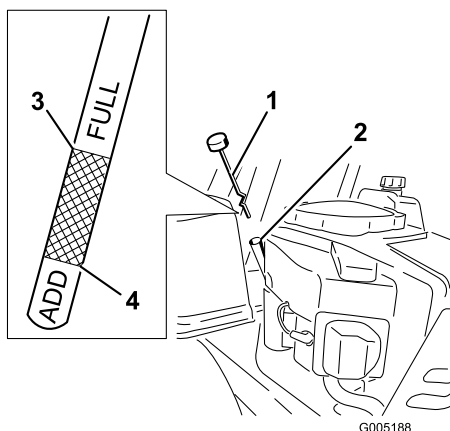

Bild 28
4. Schrauben Sie den Ölpeilstab heraus und wischen Sie das Öl ab (Bild 28). Setzen Sie den Peilstab wieder in das Rohr und setzen Sie den Deckel auf. Schrauben Sie den Deckel nicht auf das Rohr.
5. Entfernen Sie den Peilstab und prüfen den Ölstand. (Bild 28).
8. Nehmen Sie den Öleinfüllstutzendeckel/Peilstab ab (Bild 28).
14. Gießen Sie ca. 80 % der angegebenen Ölmenge langsam in den Einfüllstutzen (Bild 28).
15. Setzen Sie den Öleinfüllstutzendeckel/Peilstab ein (Bild 28).
16. Prüfen Sie den Ölstand (Bild 28); siehe „Prüfen des Ölstands“.
18. Setzen Sie den Deckel des Öleinfüllstutzens bzw. den Peilstab ein und schrauben Sie ihn fest (Bild 28).